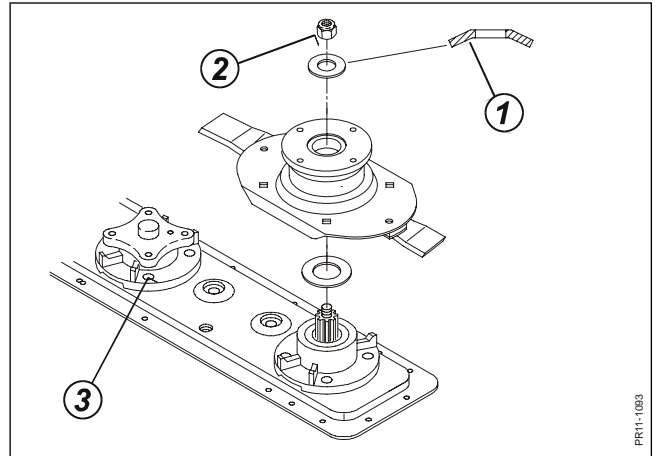

Fig. 5-26
**Fig. 5-26** Le molle a tazza **(1)** sul disco d'uscita sono posizionate come mostrato dalla figura con il lato curvo verso l'alto. Il dado **(2)** è serrato a **190 Nm** (19 Kpm). I bulloni **(3)** che fissano l'alloggiamento dei cuscinetti alla barra hanno una coppia di serraggio di **85 Nm** (8,5 Kpm).